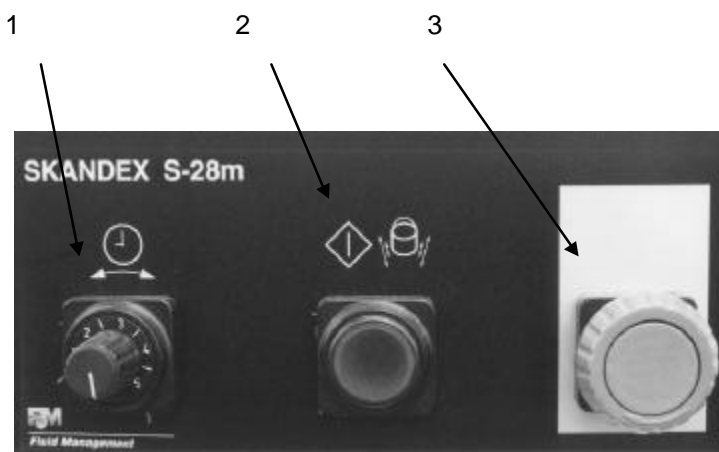

figure 8
- SO-30m : Bouton d'arrêt d'urgence enfoncé (voir figure 8, n°3), interrupteur ON/OFF (Marche/ Arrêt) en position <O> arrêt.
5.4.1 Modèle: SO-30m (Figure 8)